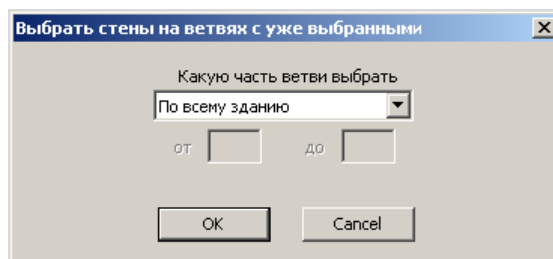

**Рис.1.16.3.** Выбранная стена №2\_21 на схеме
- Выберите стену №2\_21 с помощью команды меню **Схема** ⇒ **Выбор элементов** ⇒ **Выбрать элементы** (кнопка  на панели инструментов) (рис.1.16.3).